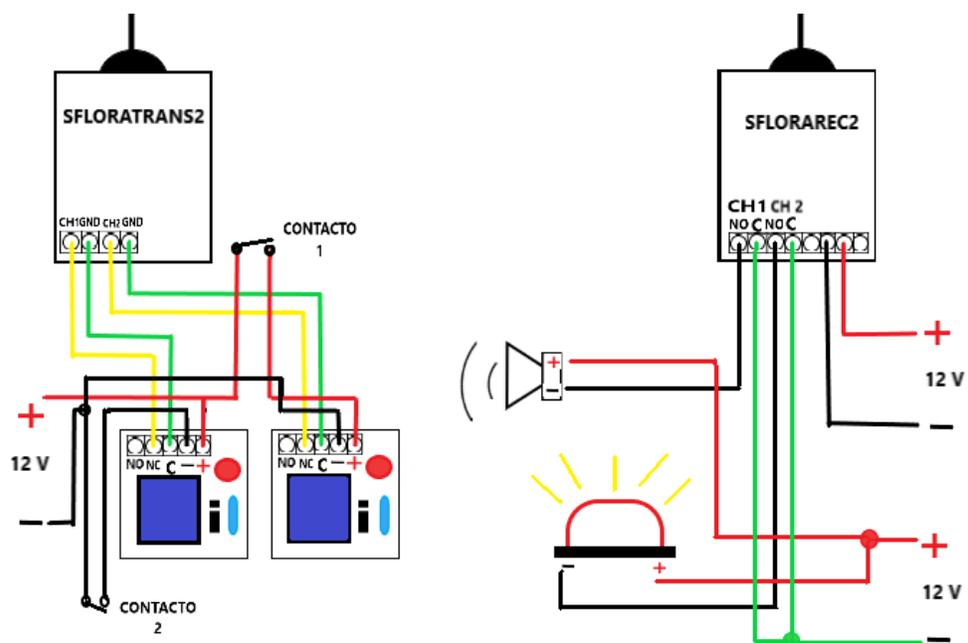

FIGURA 1
- 2.- La opción correcta de la conexión de **SF-LORA-TRANS** y **SF-LORA-REC2**, se muestra en la **FIGURA 1**,